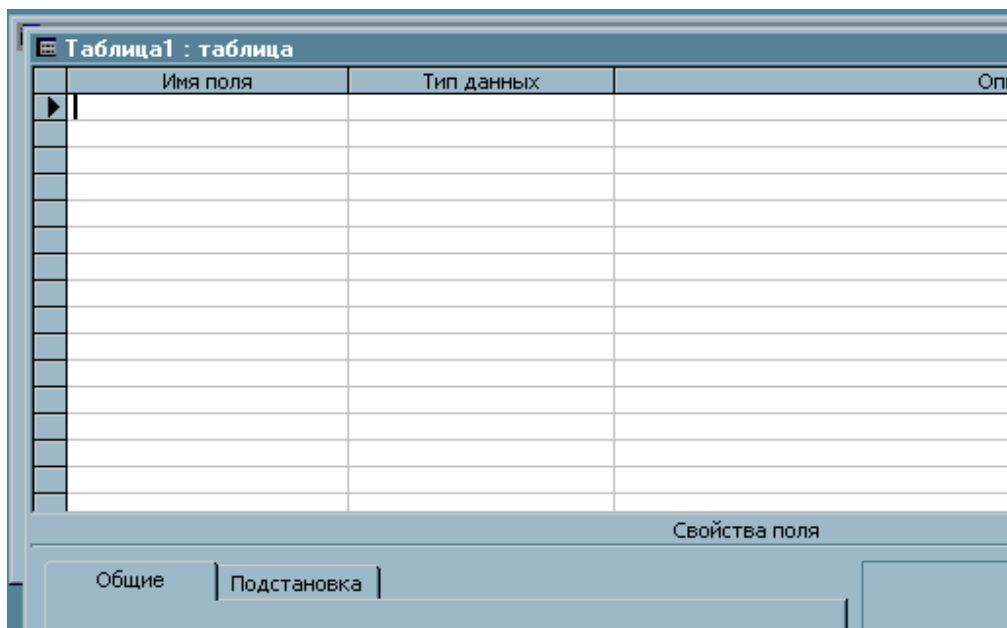

Рис. 2.2 – Вікно конструктора таблиць
1. У вікні створеної бази даних на вкладці "Таблицы" клацнути по кнопці Створити , а потім вибрати пункт "Конструктор". З'явиться вікно показане на рис. 2.2.